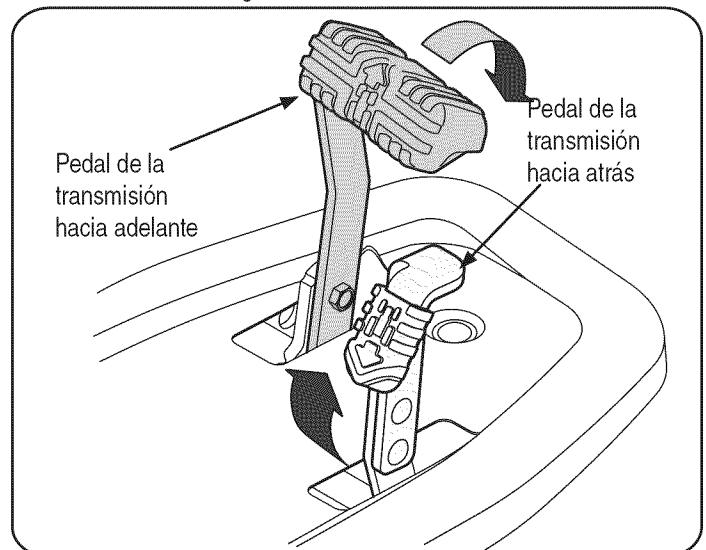

Figura 5
2. Para conducir hacia adelante: Presione lentamente el pedal de transmisión hacia adelante hasta que se alcance la velocidad deseada. Vea la Figura 5.
3. Para conducir hacia atrás: Verifique que el área detrás esté despejada. Luego presione lentamente el pedal de transmisión hacia atrás hasta que se alcance la velocidad deseada. Vea la Figura 5.